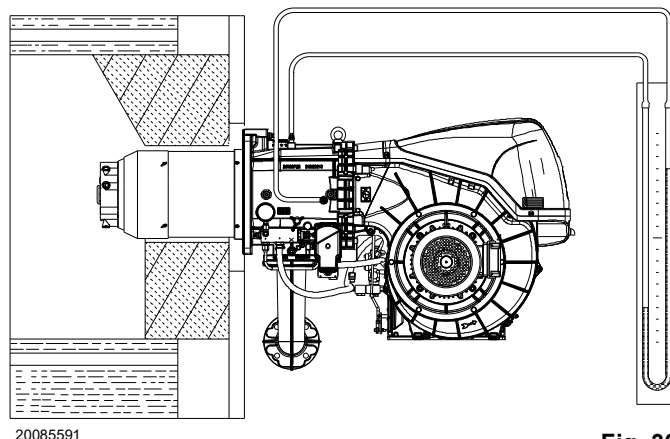

Fig. 30
- Monter un manomètre en U ou un manomètre de type différentiel (Fig. 30), avec la prise (+) sur la pression de gaz du manchon et (-) dans la chambre de combustion. Il sert à mesurer approximativement la puissance MAX. du brûleur, à l'aide du Tab. L.
L'arrivée de gaz au manchon est mise en évidence sur le manomètre en U (Fig. 30).
À titre d'orientation, on peut le trouver dans le Tab. L à la page 25, il suffit de lire la pression du gaz sur le manomètre en U, voir Fig. 30 à la page 31, et suivre les indications.